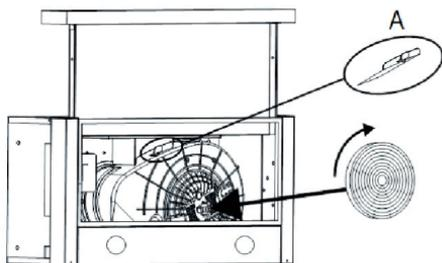

Рис. 5
- установить в вытяжку угольный фильтр (Рис. 5).